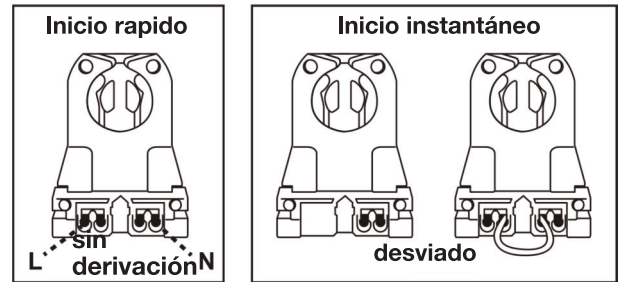

Figura 1. Buje sin derivación y en derivación.
6. Asegúrese de que el proyector contenga soportes de lámpara sin derivación de dos clavijas G13 (Figura 1). Si los portalámparas del zócalo se derivan internamente, reemplácelos con los nuevos portalámparas del zócalo no shunted. Si los enchufes de la lámpara se desvían con un cable de puente, quítelos para convertirlos en enchufes sin casco.